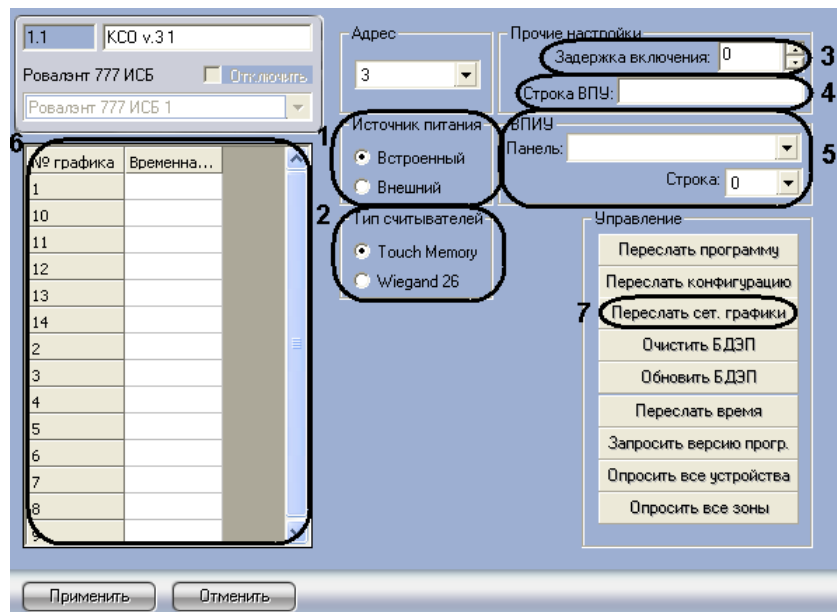

Рис. 3.2—1 Настройка КСО
1. Выбрать тип источника питания КСО: встроенный или независимый внешний (Рис. 3.2—1, 1).
2. Выбрать тип используемых считывателей (см. Рис. 3.2—1, 2).
3. Указать задержку запуска устройства после его включения в секундах (см. Рис. 3.2—1, 3).
4. Ввести обозначение контроллера, которое будет использоваться при отображении событий на ВПУ (см. Рис. 3.2—1, 4). Если обозначение не задано, используется стандартное.